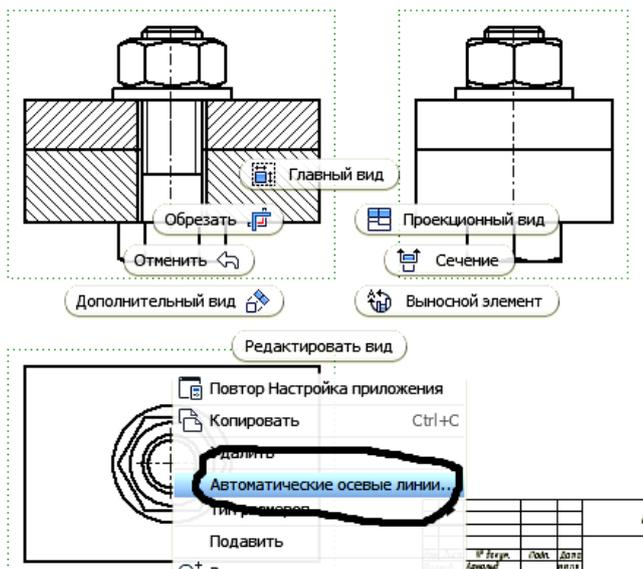

Рис. 101. Переход в режим «Автоматические осевые линии»
14. Для оформления чертежа перейдите на вкладку «Пояснение (ESKD)». Выберите три вида чертежа. Для этого во время процедуры выбора удерживайте нажатой клавишу «SHIFT» или «CTRL», затем щелкните правой кнопкой мыши и выберите в контекстном меню пункт «Автоматические осевые линии» (рис. 101).